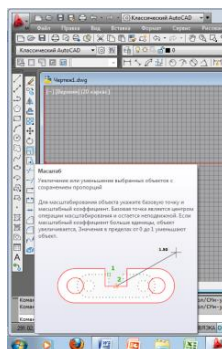

Рисунок 5.20 - Масштабирование объектов
- щелчком мыши по кнопке  на панели инструментов «Редактирование», из строки меню «Редактировать» - «Масштаб» (рисунок 5.20).